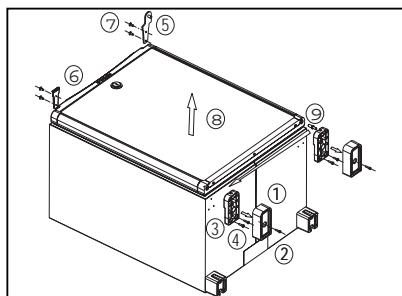

Abbildung 8.
8. Umkehrung des Türanschlags (Abb. 8)